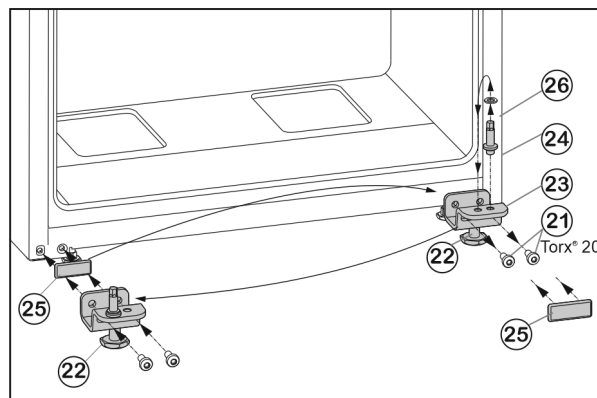

Fig. 7
- ▶ Tekerje le a rögzítőcsavarokat Fig. 7 (21).
- ▶ Vegye le a teljes alsó csapágybakot Fig. 7 (23) a csapszeggel Fig. 7 (24), az alátéttel Fig. 7 (26) és a beállító lábbal Fig. 7 (22).
- ▶ Csavarozza le a teljes csapágybakot Fig. 7 (24) az alátéttel Fig. 7 (26), helyezze át a csapágybak túloldali felvívó furatába, és csavarozza vissza.
- ▶ Óvatosan vegye le a fedőlemezt Fig. 7 (25), és helyezze át az ellenkező oldalra.
- ▶ A teljes alsó csapágybakot Fig. 7 (23) a csapszeggel Fig. 7 (24), az alátéttel Fig. 7 (26) és a beállító lábbal Fig. 7 (22) a csuklópánt új oldalán **erősen (4 Nm-es nyomatékkal)** csavarozza vissza, adott esetben egy akkus csavarhúzó használatával.
- ▶ Az alsó ajtót felülről helyezze a csapszegre Fig. 7 (24).
- ▶ Tekerje ki az állítólabát Fig. 7 (22) az alsó csapágybakból Fig. 7 (23), míg hozzá nem ér a talajhoz.